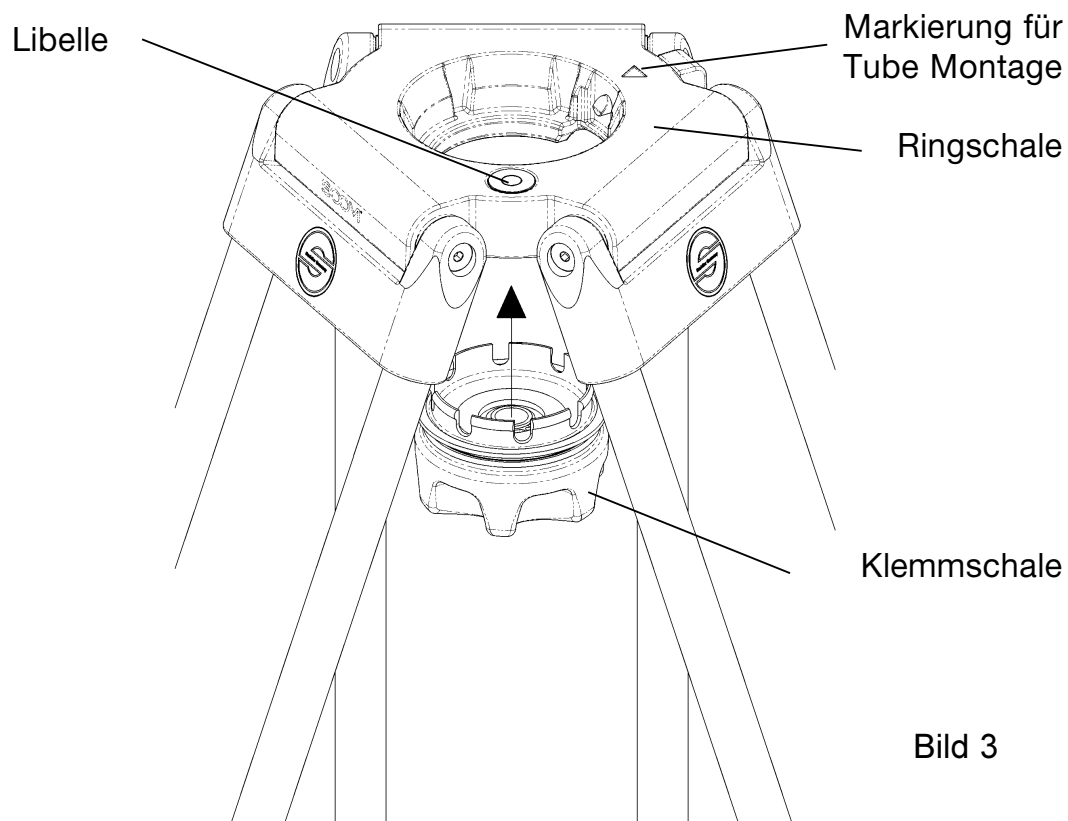

Bild 3
- ⇒ Ziehen Sie den Verriegelungsbolzen bis zum Anschlag heraus (1) und drehen ihn um 90° (2). Die Drehrichtung spielt dabei keine Rolle.
- ⇒ Setzen Sie das Fußstück in die Aufnahme des Verbindungsstückes am TriPod (2).
- ⇒ Ein Nivellieren des TriPods wird Ihnen durch die Libelle auf der Ringschale erleichtert (Bild 3).
- ⇒ Orientieren Sie das Tube so, daß die Markierung in der Ringschale des Tripod (siehe Bild 3) und am Tube (Bild 6) fluchten.